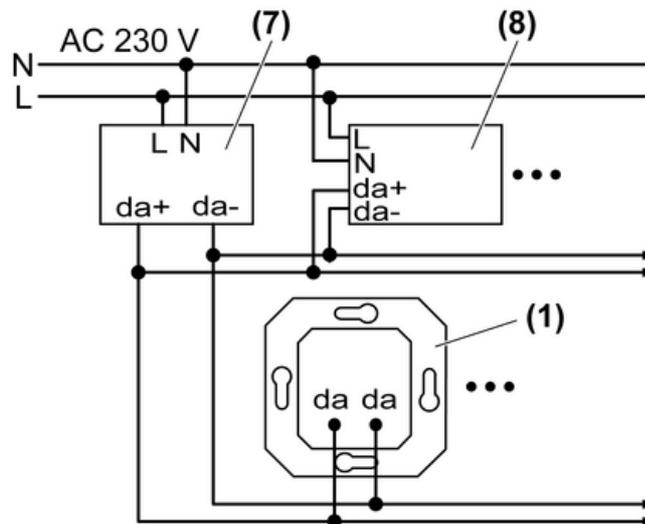

Bild 2
- (1) DALI-Potentiometer
- (7) DALI-Spannungsversorgung
- (8) DALI-Teilnehmer z. B. DALI-EVG
- DALI-Potentiometer und DALI-EVG gemäß Anschlussplan anschließen (Bild 2). Dabei die Angaben des EVG-Herstellers beachten!